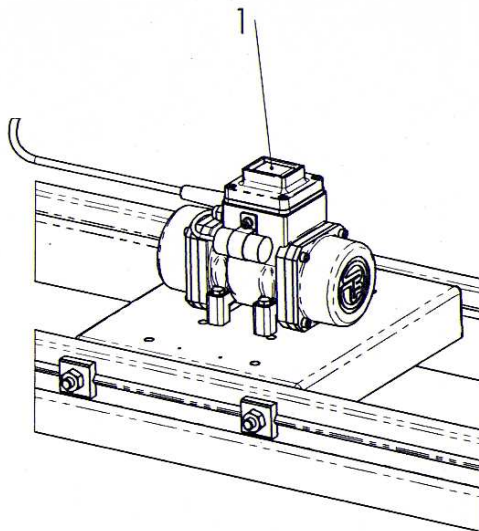

Fig. 1.8-1
- 2 - S'assurer de que la position de l'interrupteur de démarrage, **Pos. 1** placé sur la boîte de connexions du moteur n'est pas en position «0» (Voir Fig. 1.8-1).